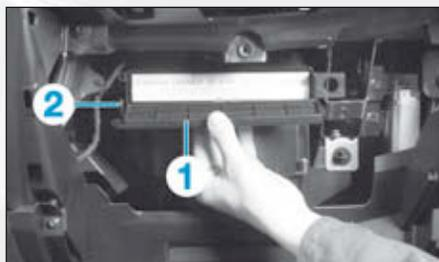

FIG.1
- Dégrafer le cache (1) en (2) (Fig.1).
- Déposer le cache (1).